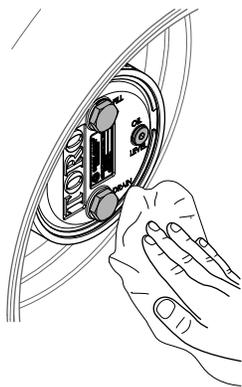

Figura 105
- Limpié los alojamientos del freno y de los engranajes planetarios (Figura 105).